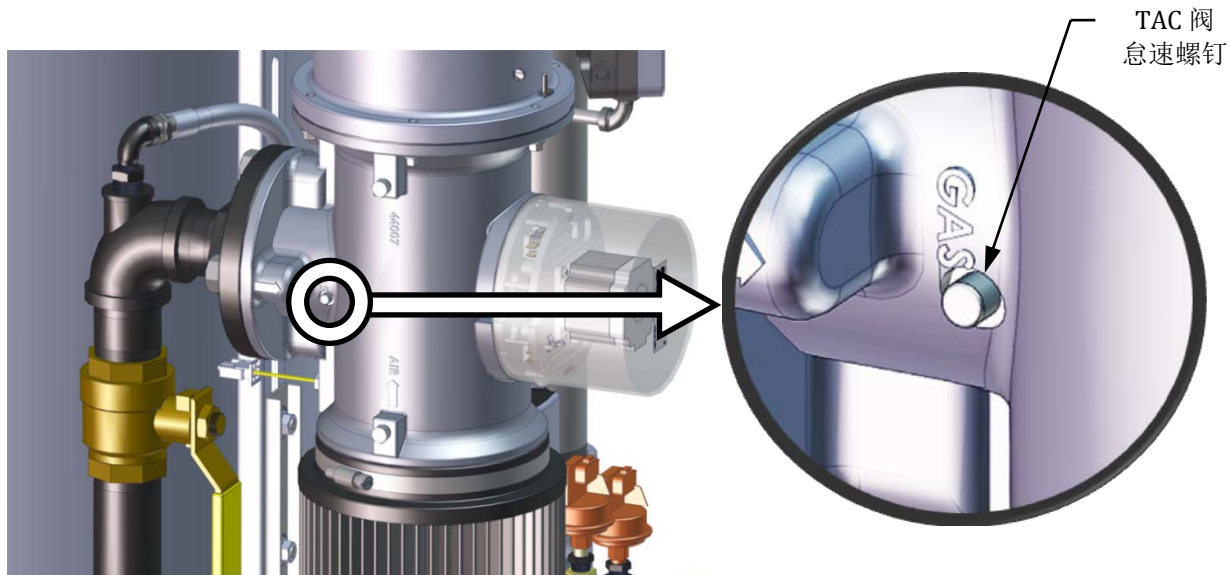

图4-4: TAC 阀调节 (怠速螺钉)
30. 如果 16% 阀位时的氧气水平过高，并且风机电压为最小值，则可以调节嵌于空气/燃料阀顶部（参见图 4-4）的怠速螺钉（TAC 阀）。顺时针旋转该螺钉 1/2 圈，增加燃料并将 O₂ 减至指定的水平。在更改怠速螺钉（TAC 阀）后，必须从 50% 阀位开始至 16% 阀位重新校准。
30. 如果 14% 阀位时的氧气水平过高，并且风机电压为最小值，则可以调节嵌于空气/燃料阀顶部（参见图 4-4）的怠速螺钉（TAC 阀）。顺时针旋转该螺钉 1/2 圈，增加燃料并将 O₂ 减至指定的水平。在更改怠速螺钉（TAC 阀）后，必须从 50% 阀位开始减至 14% 阀位重新校准。